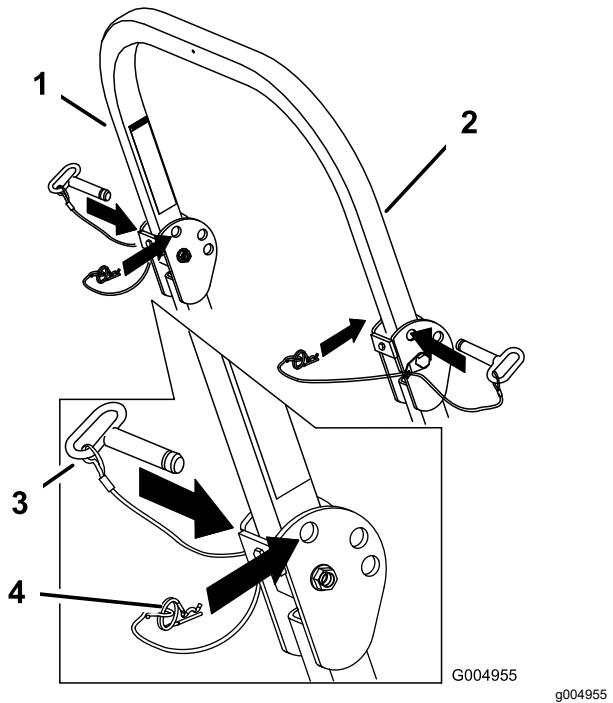

Bild 7
1. Entfernen Sie die Splints und die zwei Stifte (Bild 7).
3. Setzen Sie die zwei Stifte ein und befestigen sie mit den zwei Splints (Bild 7).
2. Richten Sie den Überrollbügel ganz auf, setzen Sie die zwei Stifte ein und befestigen Sie die Stifte mit den Splints (Bild 7).